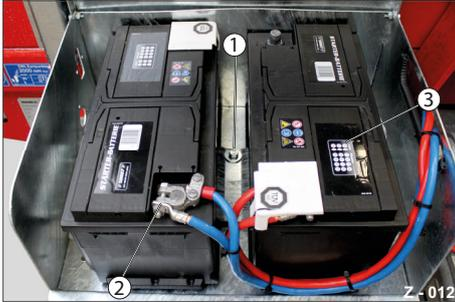

Abb. 12 Batterien demontieren
- ▶ Lösen Sie die Anschlussklemmen (Abb. 12/2).
- ▶ Lösen Sie die Schraubverbindungen der Halterungen (Abb. 12/1).
- ▶ Notieren Sie das Einbaudatum der neuen Batterien am Etikett (Abb. 12/3).